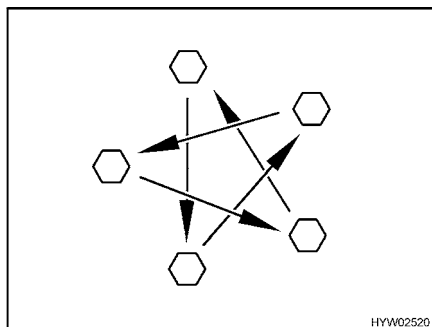

Bild 132 Dra åt hjulmuttrarna eller hjulbultarna korsvis
- Kontrollera regelbundet att hjulmuttrarna eller hjulbultarna är ordentligt åtdragna. Om du har bytt däck ska hjulmuttrarna eller hjulbultarna dras åt efter 5 mils körning (Bild 132).
- Då nya eller nylackerade fälgar används bör hjulmuttrarna eller hjulbultarna dras åt efter ca 100 till 500 mil (Bild 132).